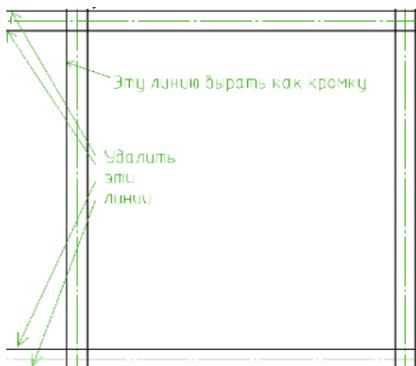

Рис. 153 — Обрезка горизонтальных линий
9. Выберите в меню команду **Редактирование** → **Обрезка**. Выберите крайнюю левую линию как линию обрезки (рисунок 153) и нажмите клавишу Enter. Укажите линии выходящие за линию обрезки как подлежащие удалению и нажмите клавишу Enter.